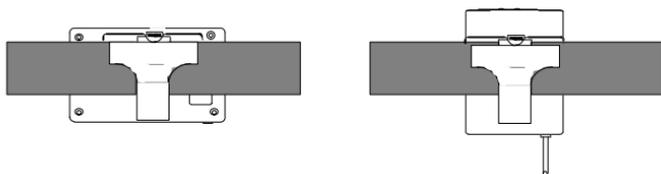

FIGURE 10
1. Accrocher l'émetteur à la ceinture à l'aide de l'attache pour ceinture. Se référer à la Figure 10.